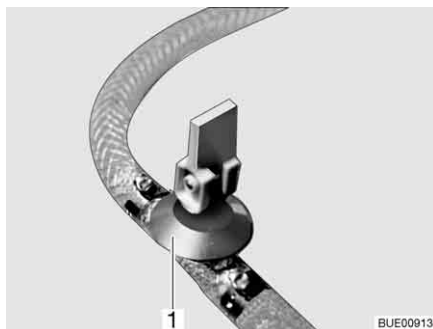
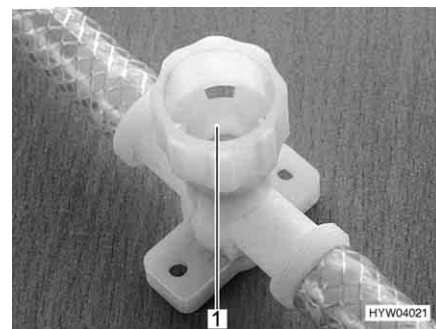

Fig. 238 Robinet de vidange (avec levier à bascule)
Fig. 239 Robinet de vidange (avec capuchon tournant)
- Fermer tous les robinets de vidange. Placer pour ce faire le levier à bascule (Fig. 238,1) à l'horizontale ou faire tourner le capuchon du robinet de vidange (Fig. 239,1) dans le sens des aiguilles d'une montre.